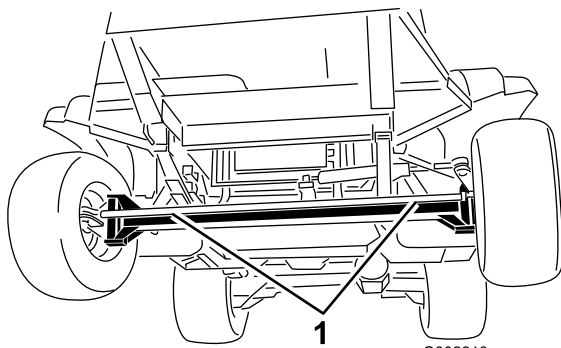
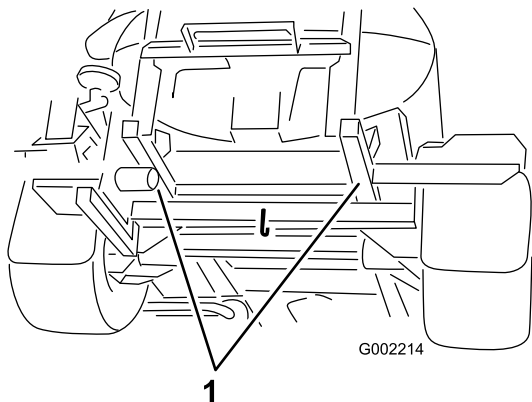

图28
图29
2. 在机架上系上拖绳。请参照 图28 和 图29 上的前后牵引点。